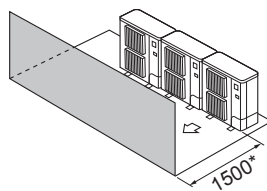

Fig. 2-11
- ③ Enbart hinder på framsidan (Fig. 2-11)